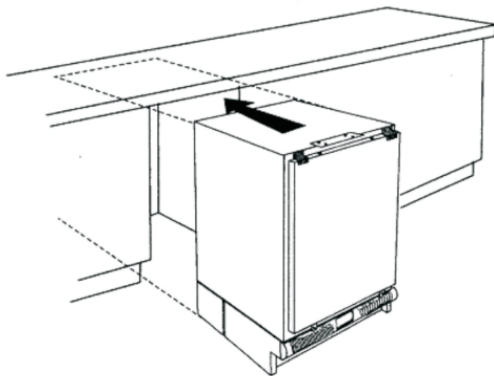

Figure 2
- Après avoir installé l'appareil (figure 2), vous pouvez ajuster la hauteur grâce aux 4 pieds amovibles (figure 3). La hauteur peut s'ajuster de 82 à 87cm.